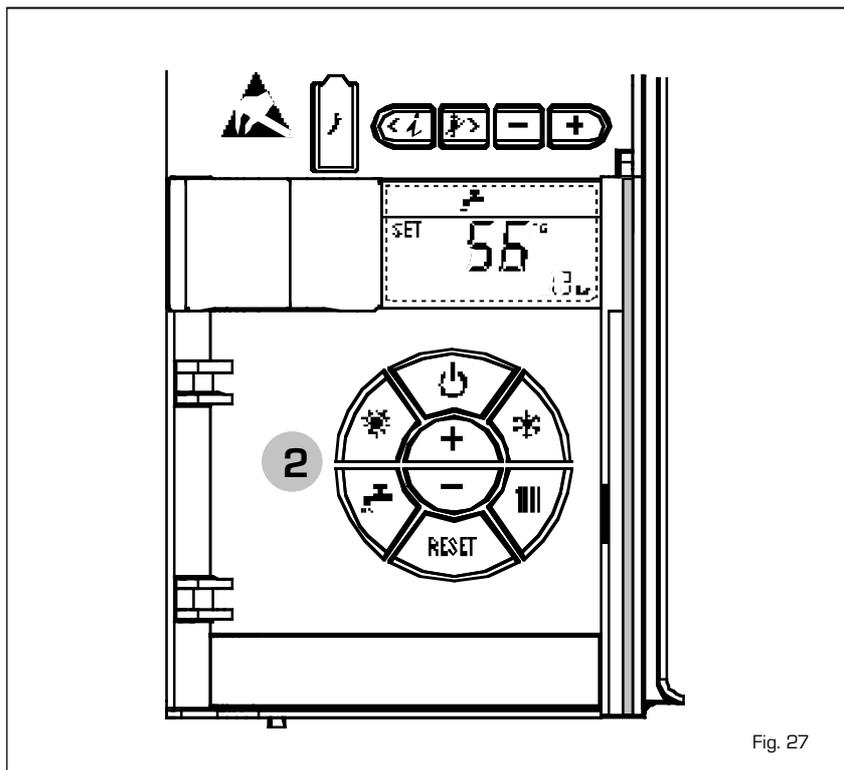

Fig. 27
REGULACIÓN DE LA TEMPERATURA DEL AGUA SANITARIA (fig. 27)
- **ALL 01** (fig. 27)
- **ALL 02** (fig. 27/a)
- **ALL 06** (fig. 27/c)
- **ALL 07** (fig. 27/d)